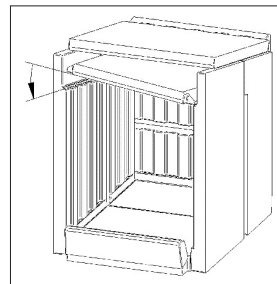
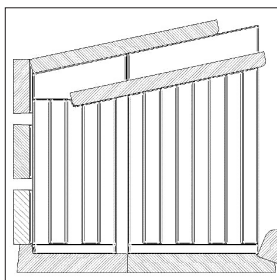

Abb. 5c
Abb. 5d
Die Prallplatte (10) ist in gleicher Art einzusetzen (s. Abb. 5c), liegt jedoch gemäß Abb. 5d mit einem Abstand von 15-30mm an der vorderen Gerätefront an. Der sich ergebende Schlitz zwischen Stahlkorpus und Prallplatte ist